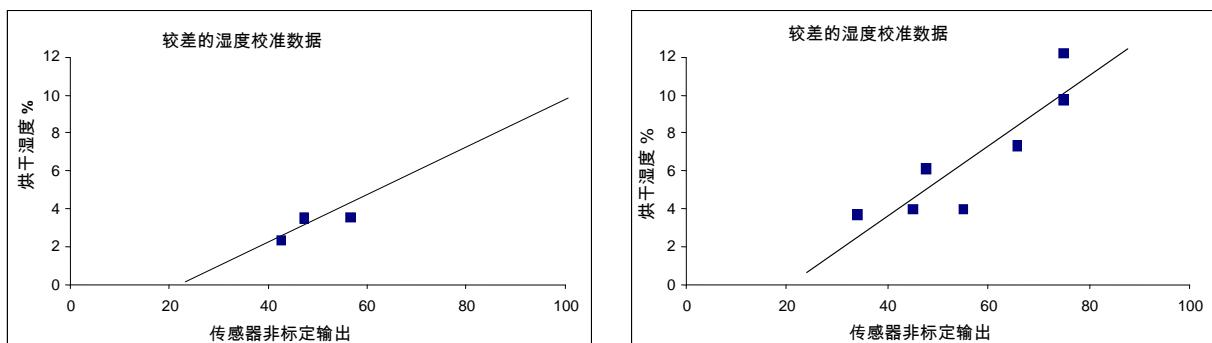

图 19 – 较差的物料校准点的示例
- 获取的样本的含水量基本相同（图 19，左侧）。需要适当的范围。
- 读数太过分散，如校准图表 图 19（右侧）所示。这通常意味着获取样本进行电炉烘干的方法不可靠或不一致，或者传感器放置不当，没有足够的物料流经传感器。